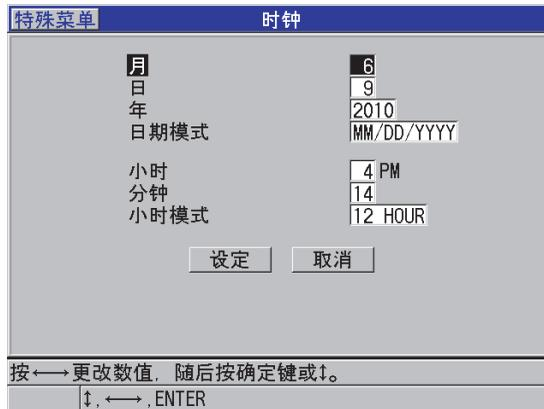

图 4-2 选择时钟参数
3. 在**时钟**屏幕上 (参见第 47 页的图 4-2):